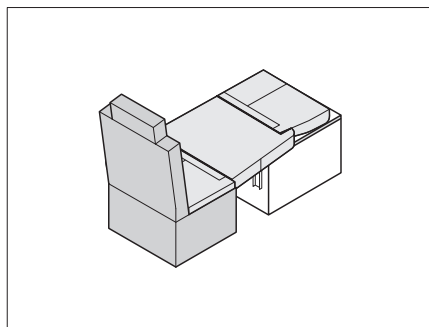

Fig. 217 Posicionar los cojines de asiento
- Colocar el cojín de asiento y el cojín adicional en la mesa bajada como se muestra en Fig. 217.